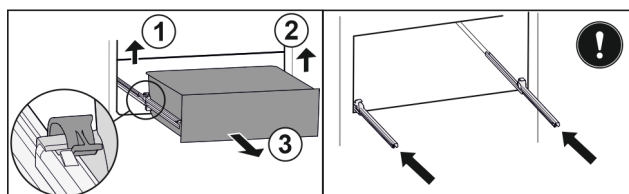

Fig. 186
- ▶ Підняти лівий затискач і одночасно висувний ящик ліворуч потягнути вперед. Fig. 186 (1)
- ▶ Підняти правий затискач і одночасно висувний ящик праворуч потягнути вперед. Fig. 186 (2)
- ▶ Вийняти висувний ящик рухом вперед. Fig. 186 (3)